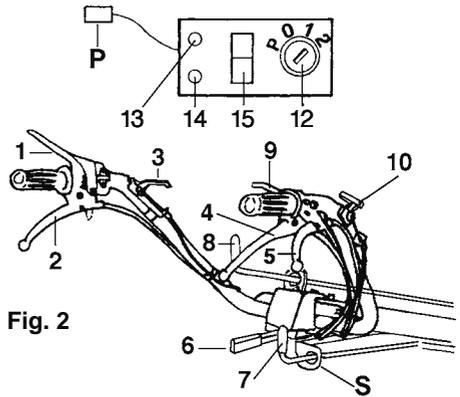

Fig. 2
COMANDOS (Fig. 2)
- Para selecionar a velocidade é preciso utilizar a manete 8 (Fig. 2)
A T.D.F. independente é acionada através a manete 7 (Fig. 2).
O bloqueio do diferencial obtém-se acionando a manete 3 (fig. 2) colocada ao lado direito da coluna do guiador.
(Fig. 2)
- 3) Tirar os braços 7 (Fig.2) do suporte S.
- Levar a haste de comando das marchas (8) em posição neutra e desinsérer a tomada de força (7) (Fig. 2).
- Largar a manete do MOTORSTOP (1).
PARAGEM MOMENTÂNEA DO MOTOCULTIVADOR (Fig. 2)